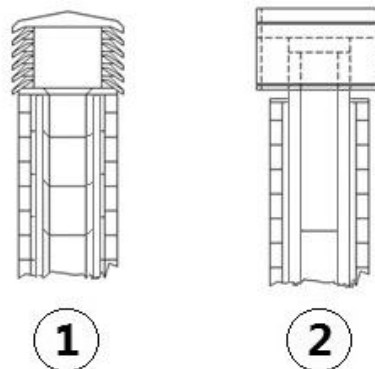

Fig. 5 - Sortie de toit
- Il est conseillé de choisir une souche de type anti vent, voir Fig. 5.